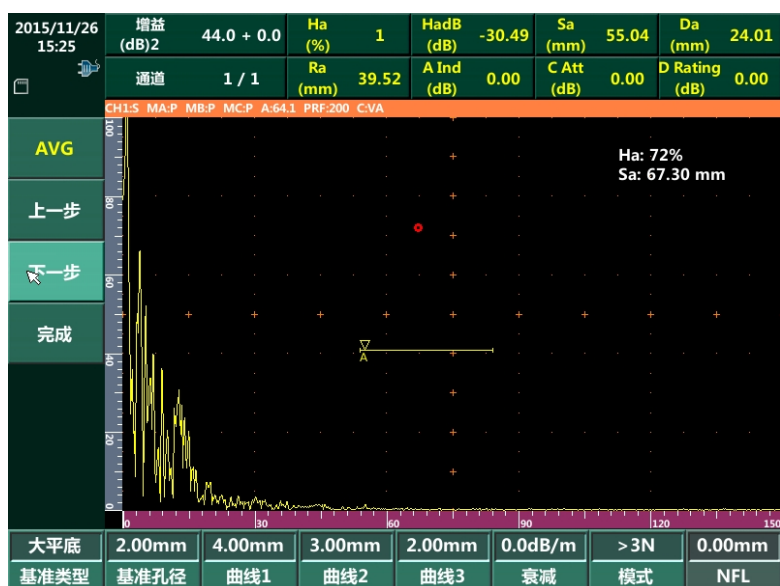

图 2-30 AVG 向导步骤 2
- 2) 根据使用的试块种类输入各个参数，如图 2-30 所示。完成后点击“下一步”